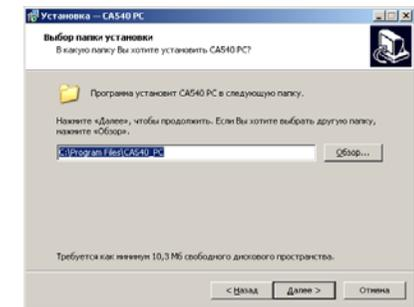

Рисунок 8.2
2) Определить место размещения ПО, для чего в окне (рисунок 8.2) следует либо согласиться с предлагаемой по умолчанию папкой C:\Program Files\CA540_PC, либо выбрать другой вариант, щелкнув по кнопке Обзор. Для продолжения выполнения установки программы щелкнуть по кнопке Далее.